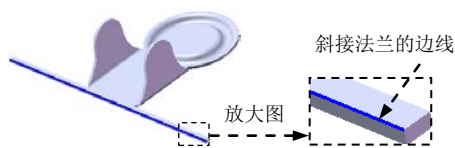

图 8.21 斜接法兰边线
(1) 选择下拉菜单 **插入(I)** → **钣金(B)** → **斜接法兰(M)...** 命令 (或单击“钣金”工具栏上的“斜接法兰”按钮 )，在模型中单击图 8.21 所示的斜接法兰的边线，系统自动生成基准面 1。